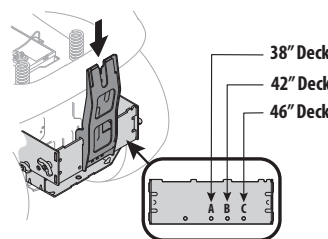

Figura 9
1. Coloque el soporte vertical de la embolsadora (683-04519C) en el conjunto de montaje del tractor enganchándolo sobre el soporte de montaje transversal. Consulte la Figura 9.
2. Alinee el soporte vertical de la embolsadora con el orificio de montaje que mejor se adapte al tamaño de la cubierta de su tractor. Ver Figura 9.